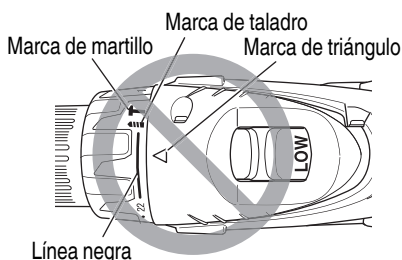

Fig. 6
- No utilice la unidad con el número de la dial del embrague en “22” y la línea negra en el medio de la marca de taladro. Si lo hiciese podrían producirse daños (Consulte la Fig. 6).